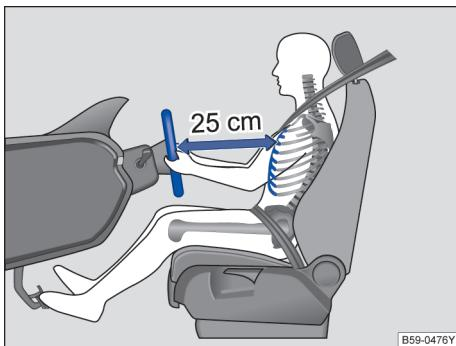

图 14 驾驶员与方向盘之间至少保持 25 cm 的距离
- 调节方向盘，使驾驶员胸部与方向盘之间至少保持 25 cm 的距离→图 14。